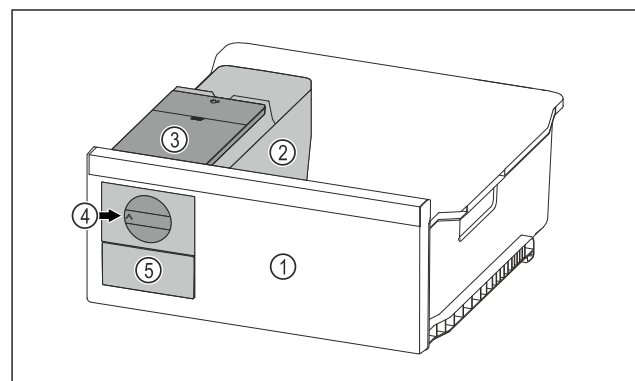

Fig. 95 Beispielhafte Darstellung
- Drehknopf Fig. 95 (4) im Uhrzeigersinn bis zum Anschlag drehen.
- Eiskwürfel fallen aus der Eiskwürfelschale in das Eiskwürfelschubfach Fig. 95 (5).